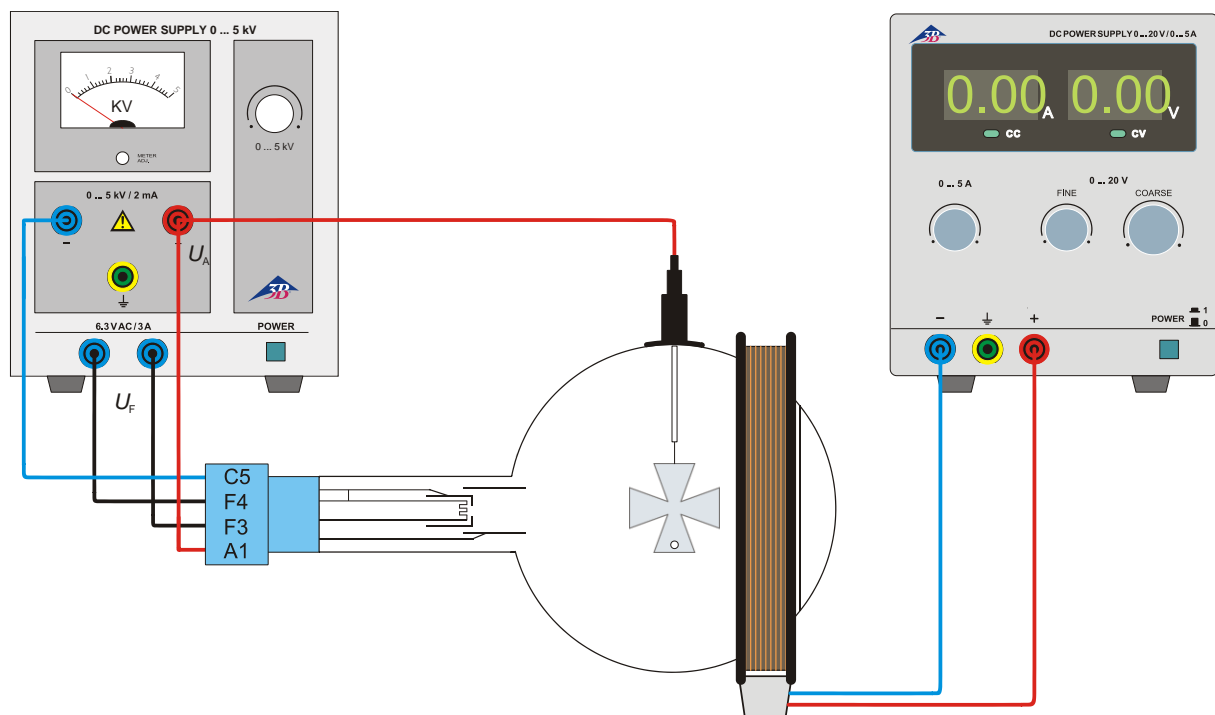

Fig.2 Introdução à ótica dos elétrons
- Efetuar a conexão do tubo conforme a fig. 2.